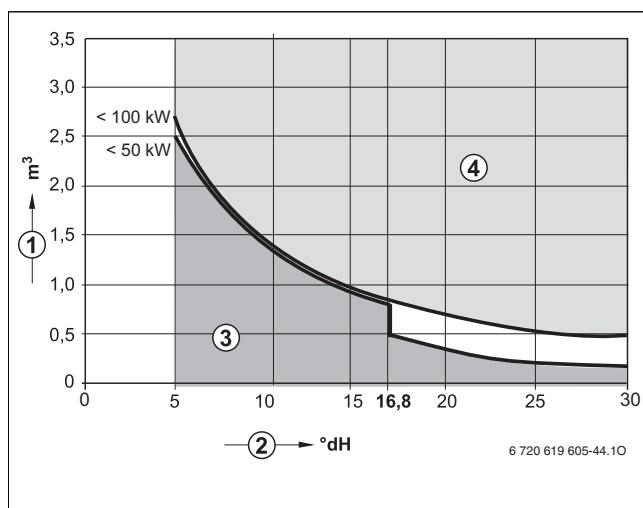

Рис. 7 Требования к воде для заполнения отдельного котла мощностью до 100 кВт
- Заполняйте систему только чистой водопроводной водой (учтывайте график на рис. 7).
- Если фактически необходимое количество воды для заполнения системы больше, чем объём воды за весь срок службы (→ рис. 7), то необходимо провести обработку воды. При этом можно использовать только разрешённые фирмой Buderus химикаты, средства для обработки воды и др.